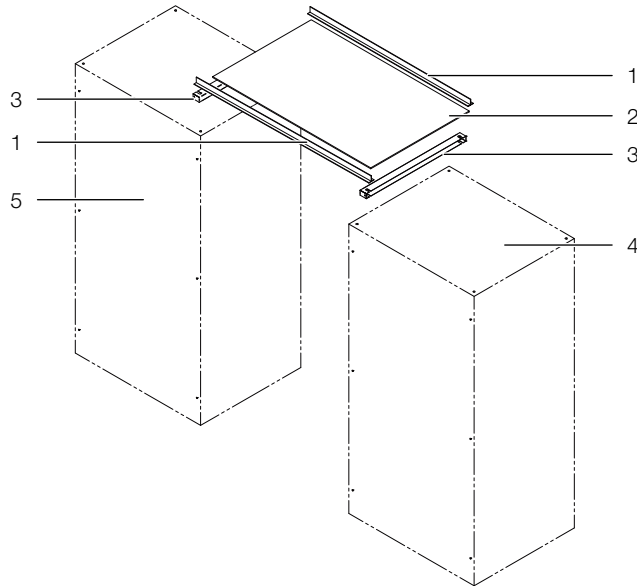

Рис. 48: Элемент крыши середина
- Снять с панели из поликарбоната защитную пленку с обеих сторон (рис. 48, поз. 2).